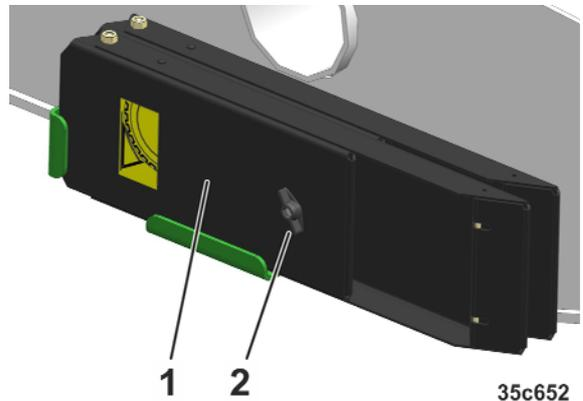

Рис. 114
18. Разместите противооткатные упоры (Рис. 114/1) в креплениях и зафиксируйте их барашковой гайкой (Рис. 114/2).